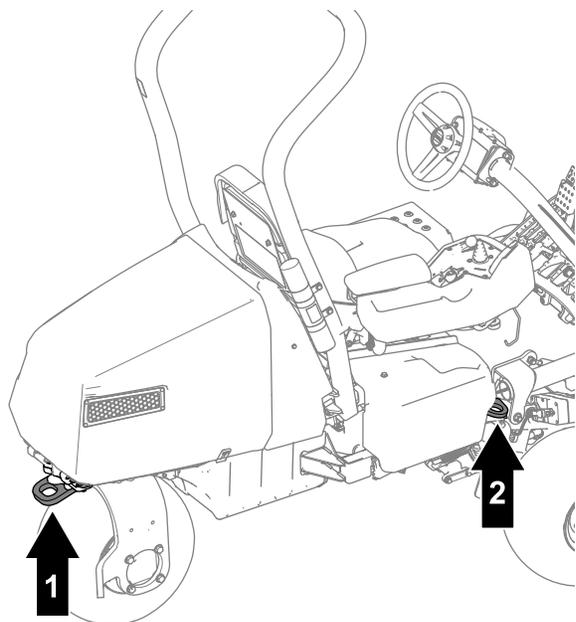

图 29
- 用箍带、链条、缆绳或绳索将机器固定牢靠。前后箍带都应从机器的下方向外伸出图 29。